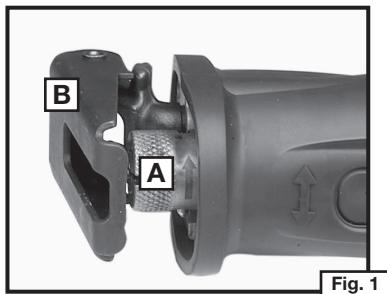

Fig. 1
1. L'arbre à mouvement alternatif doit être entièrement déployé pour donner accès au collier de dégagement de lame Quik-Change™ (A) Fig. 1. Au besoin, appuyez délicatement sur l'interrupteur à gâchette pour mettre l'arbre à mouvement alternatif à sa position la plus xtérieure (comme illustré à la Fig. 1).
2. Faites pivoter la semelle de guidage (B) Fig. 1 vers l'avant pour améliorer l'accès au serre-lame.